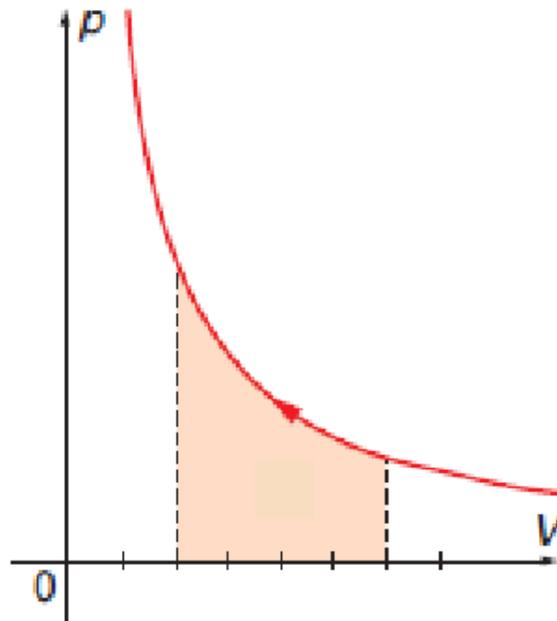

Figura 8.13: Gráfico $p \times V$ da transformação (Fonte: Gaspar, 2013, p. 271 - modificada)
1. O gráfico $p \times V$, figura 8.13, representa uma transformação termodinâmica realizada por um gás, por meio de uma isoterma. No processo, o gás troca com a vizinhança 300J de calor.